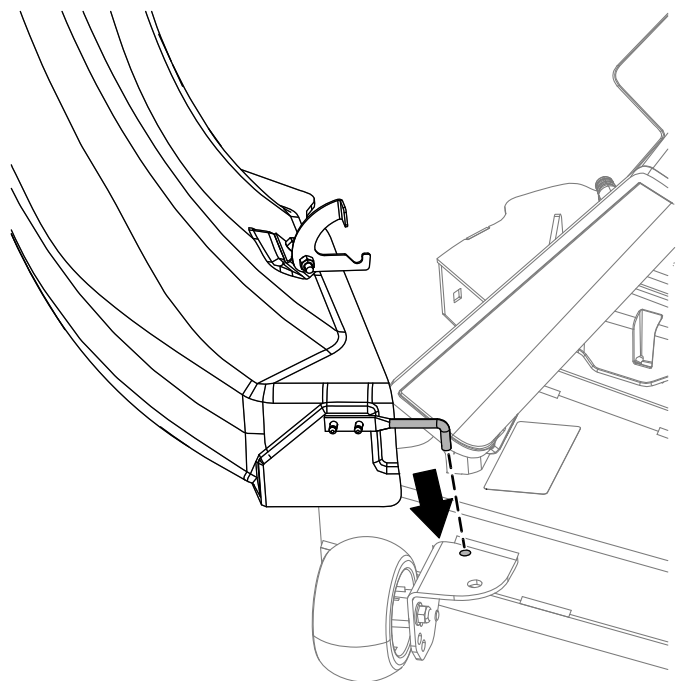

Figura 21
4. Inclinate il camino di scarico e montate il perno nel foro sul piatto di taglio, come illustrato nella Figura 21.